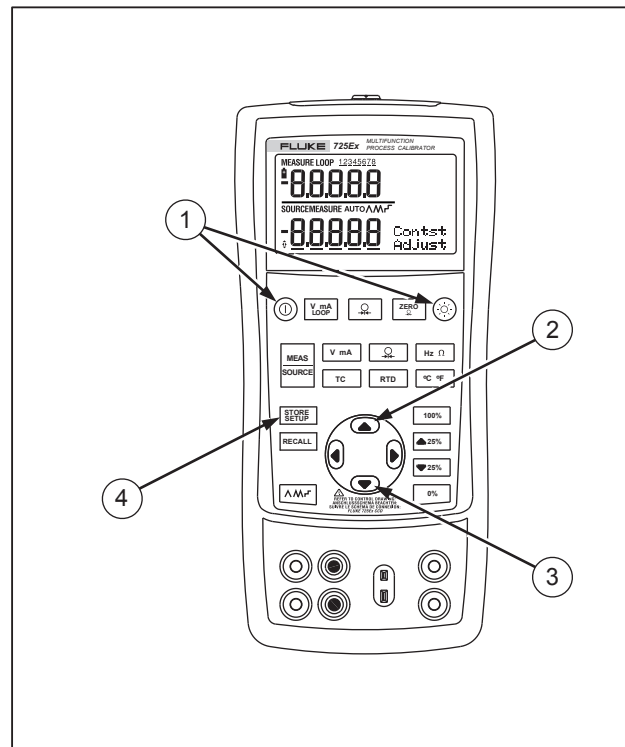

Figura 6. Ajuste del contraste
1. Pulse  y  hasta que aparezca Ajuste del contraste, tal como se ilustra en la figura 6.